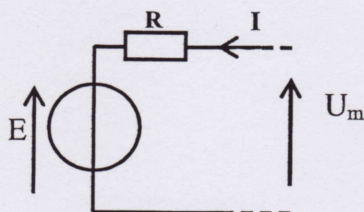

figure 6
- 4.1. Le schéma équivalent du circuit de l'induit est représenté ci-dessous, figure 6.